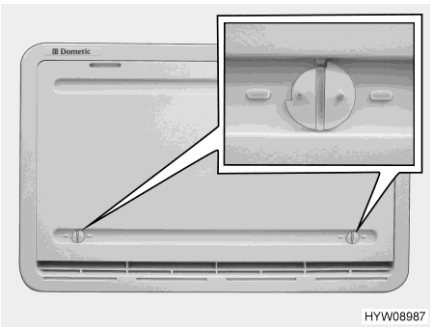

Fig. 176 Protection hivernale
Quand le réfrigérateur doit être utilisé à basses températures extérieures, le fabricant recommande d'employer une protection hivernale (Fig. 176) pour ses grilles d'aération du réfrigérateur.
- Ouvrir les deux dispositifs de verrouillage (Fig. 176) (la rainure est à l'horizontale).